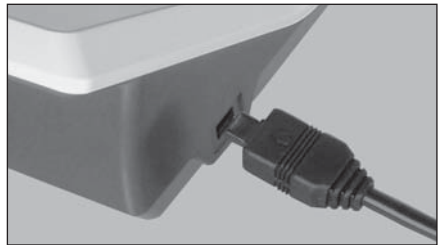

Fig. 1
- 1) Disposez la fiche de l'adaptateur CA de sorte que la marque ➔ se trouve sur la face inférieure, et insérez-la ensuite dans la prise d'adaptateur CA située sur le côté du boîtier de contrôle. (Fig.1)